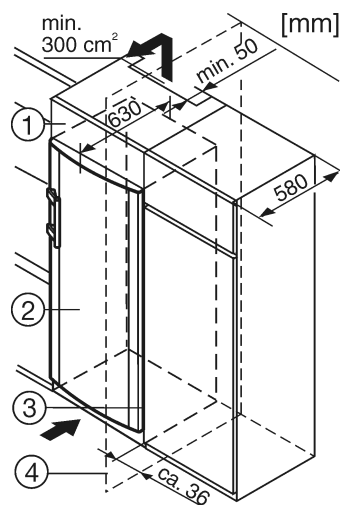

Fig. 14
- (1) Innbyggingsskap
- (2) Enhet
- (3) Kjøkkenskap
- (4) Vegg
Ved innbygging med standard kjøkkenskap (dybde maks. 580 mm) kan enheten plasseres direkte ved siden av kjøkkenskapet *Fig. 14 (3)*. Enhetens dør stikker ut 34 mm i sideretningen, og stikker 50 mm lengre frem enn forsiden av kjøkkenskapet. Den kan derfor åpnes og lukkes uten problemer. Viktig med tanke på ventilasjon:
Hvis enheten plasseres med hengslene mot en vegg *Fig. 14 (4)*, må avstanden mellom enheten og veggen være minst 36 mm. Dette tilsvarer hvor mye håndtaket stikker ut når døren er åpen.